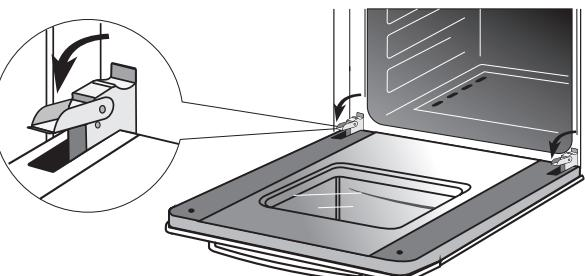

Рис.18
- поднимите и поверните до упора рычаги, расположенные на двух шарницах (рис. 18),